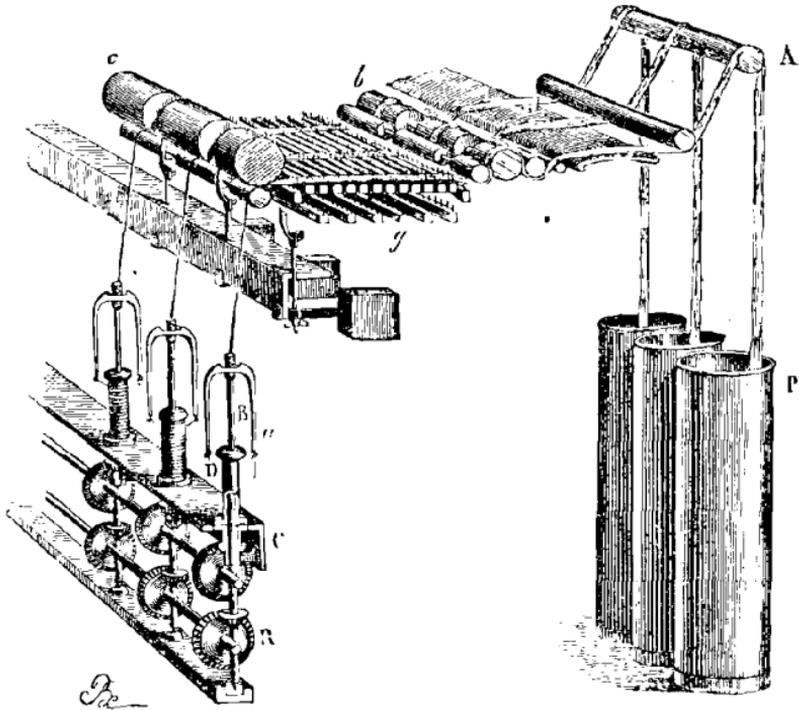

FIG. 102. — Banc à broches.
**Banc à broches.** — Le banc à broches est un appareil assez compliqué, dans lequel les rubans sortis de la dernière machine à étirer subissent encore un étirage sans doublage. Cette étirage est suivi d'une torsion. Dans les machines précédentes, nous obtenions des *rubans* que recevaient de grands pots cylindriques de tôle; ici, par le jeu même de la machine, le *fil* que donne la torsion, et que l'on appelle *mèche de préparation*, s'enroule sur une bobine. Le banc à broches présente encore (fig. 102) des cylindres lamineurs *b* et des cylindres étireurs *c*; il est aussi muni de guils *g*, qui sont le caractère particulier des machines à lin, parce qu'ils sont nécessaires pour maintenir le parallélisme de ses fibres. En sortant des cylindres étireurs, le ruban s'engage dans des ailettes en fer *a* qui, entraînées par la rotation d'une broche *B*, tournent avec une très-grande rapidité autour de la bobine *D* sur laquelle il doit s'enrouler. La rotation de ces ailettes tord le fil, comme celle des barbins le faisait dans le métier à tordre la soie. L'enroulement du ruban tordu sur la bobine se fait d'une manière régulière par un mécanisme que nous passerons sous silence.